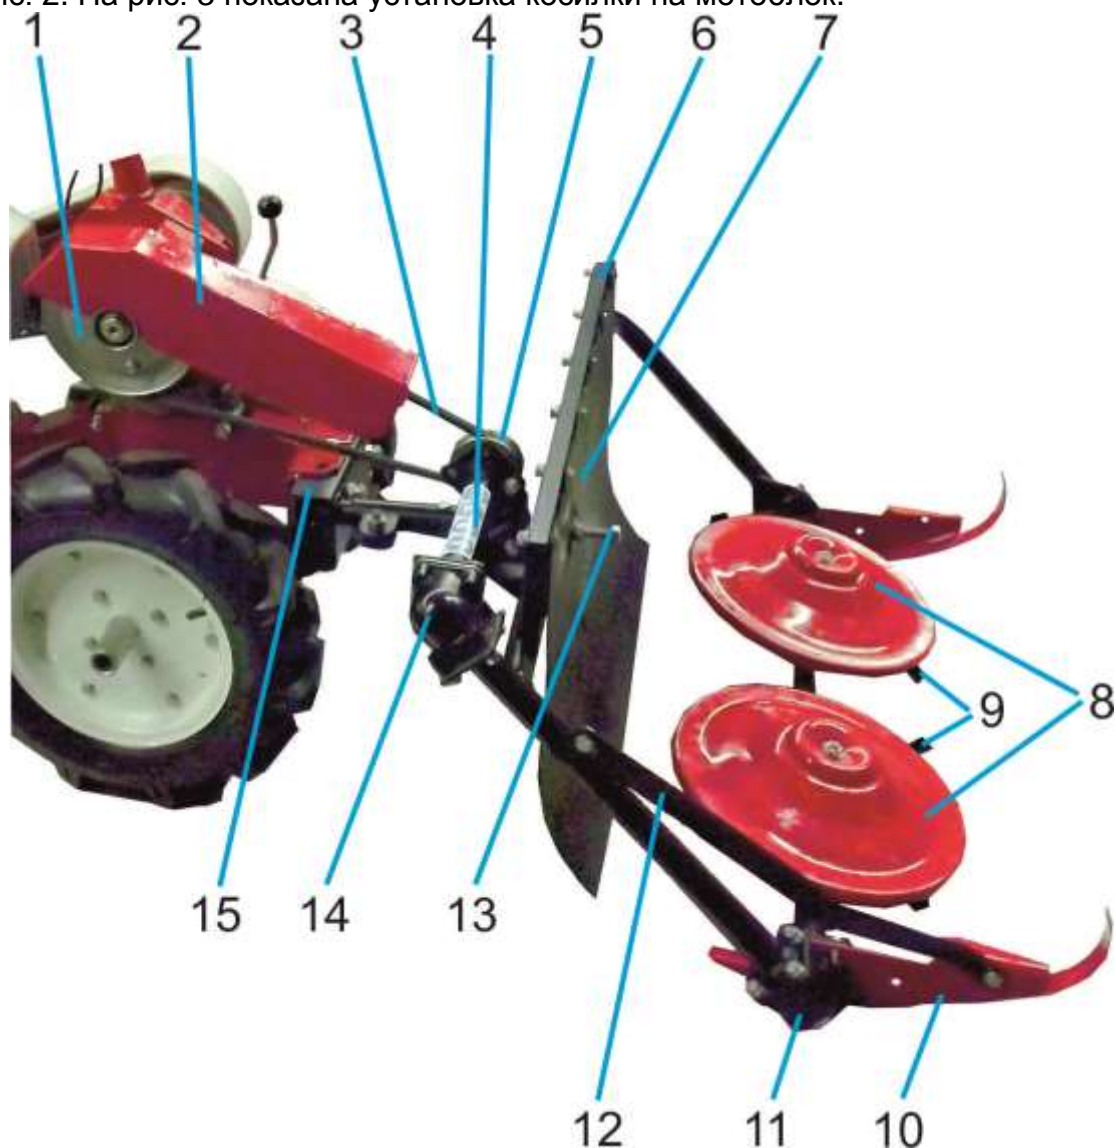
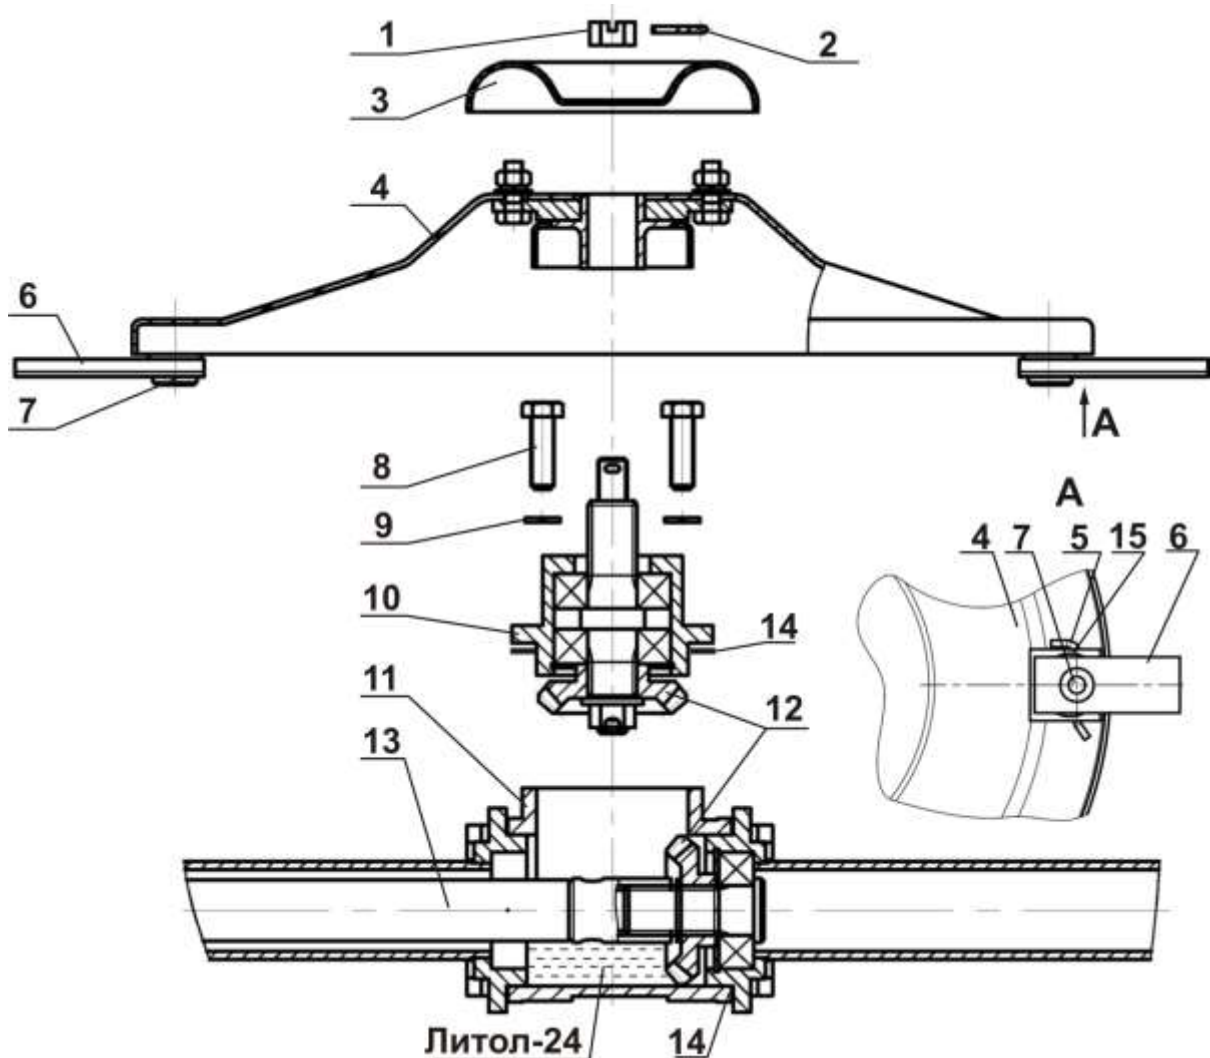
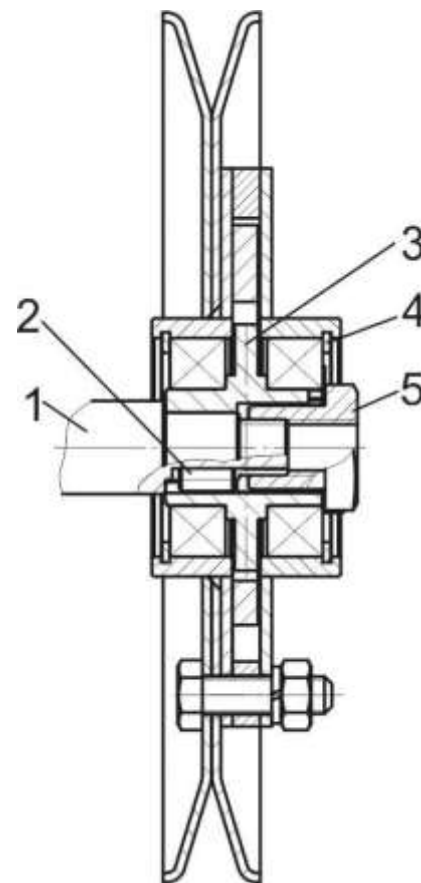

Рис. 1. Косилка КР-3.
Рис. 2. Ротор и его привод.
Рис. 3. Установка муфты
Общий вид косилки представлен на рис. 1. Конструкция роторов и привода приведена на рис. 2. На рис. 3 показана установка косилки на мотоблок.
Передача крутящего момента от приводного шкива косилки 5 (рис. 1) к роторам осуществляется с помощью приводных валов 13 (рис. 2) и шестерен конических 12 (рис. 2).
Косилка присоединяется к прицепному узлу мотоблока при помощи сцепки 15 (рис.1) из комплекта поставки и крепится шкворнем из комплекта мотоблока. На вал отбора мощности мотоблока устанавливается муфта 1 (рис.1) из комплекта поставки и соединяется с приводным шкивом косилки 5 (рис. 1) ремнем привода 3 (рис.1) из комплекта поставки. Натяжение ремня регулируется болтом 13 (рис. 1). Для защиты оператора предусмотрено закрытие защитное 7 (рис. 1). При нажатии рычага сцепления мотоблока одновременно происходит движение мотоблока вперед и вращательное движение роторов 8 (рис.1).
- **снять защитное закрытие вала отбора мощности мотоблока и щиток под ними.** Установить на вал отбора мощности шпонку и муфту из комплекта поставки косилки согласно рис. 3. Зафиксировать муфту шайбой стопорной и гайкой крепления муфты из комплекта поставки.
- **ослабить контргайки 5, болтами 4 обеспечить жесткость соединения, при этом муфта 1 (рис. 1) и приводной шкив косилки 3 (рис. 1) должны располагаться в одной плоскости относительно друг друга, контргайки 5 завернуть;**
После первых 30 мин. работы новой косилки необходимо остановить двигатель мотоблока и проверить затяжку крепежных элементов (рис.3). При необходимости затянуть и законтрить.
- 13.2.1. Для заполнения корпуса редуктора ротора необходимо расконтрить и отвернуть гайку корончатую 1 (рис. 2), снять закрытие 3 и ротор 4, отвернуть четыре болта 8, снять пружинные шайбы 9 и крышку редуктора ротора 10.
- 13.2.2. Для заполнения редуктора углового верхнего 14 (рис. 1) необходимо отвернуть 4 болта крепления редуктора к раме 6, затем снять редуктор 14 вместе с приводом от шкива приводного 5. Заполнить полость редуктора смазкой Литол-24 в объеме 50 см³, затем произвести сборку в обратном порядке.
- 13.2.3. Для заполнения редуктора углового нижнего 11 (рис. 1) необходимо отвернуть 4 болта крепления редуктора к раме 6 и два болта крепления корпуса редуктора ротора к раме 6, затем снять редуктор угловой нижний 11 и два редуктора ротора с роторами. В полость редуктора углового нижнего 11 добавить 50 см³ Литола-24, затем произвести сборку в обратном порядке.
- 13.3. При ухудшении качества скашивания, которое зависит от изношенности режущей кромки ножей, ножи можно заточить или заменить на новые. При заточке ножей напильником или наждачным камнем, важно сохранять угол режущей кромки. Чтобы **снять ножи, следует отогнуть шплинт 5 (рис. 2), вынуть ось 7 и снять нож 6.**
При сборке не забудьте установить на место шайбу 15 (рис. 2), особое внимание обратите на установку ножей. Режущие кромки ножей одного ротора должны быть направлены в одну сторону. Режущие кромки ножей левого и правого роторов во время работы должны вращаться навстречу друг другу. Для закрепления ножа на роторе следует использовать новый шплинт. Для обеспечения легкого вращения ножей на осях смажьте оси моторным маслом.